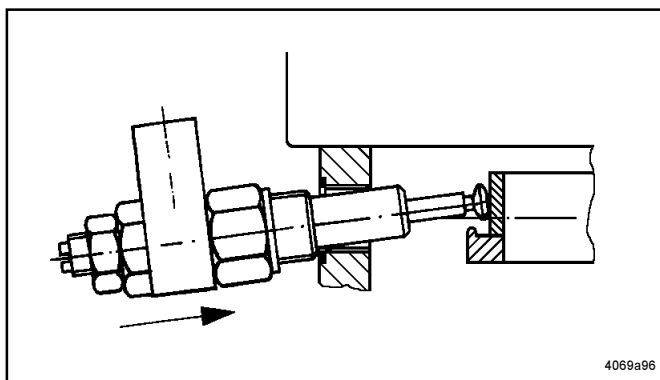

Abb. 7 - Einführen des Pumpenelementes
- Beim Einführen das Pumpenelement (Abb. 7) etwas nach oben richten, damit der Förderkolben nicht herausfällt; denn er ist nicht im Pumpenzylinder befestigt.
- \* Sowohl beim Einbau (Abb. 7) als auch beim Ausbau das Pumpenelement nach oben richten und damit den Förderkolben aus der Nut des Exzenterringes herausheben . Pumpenelement mit dem Förderkolben aus dem Gehäuse ziehen.